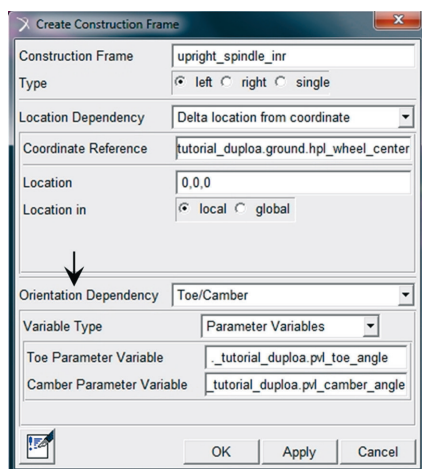

Figura 5.79 – Definindo a posição da *Construction Frame*.
**A notar:** O preenchimento da caixa de diálogo mostrada na Figura 5.75 dá origem a dois parâmetros da geometria da suspensão que serão denominados: *pvl\_Toe\_Angle* e *pvl\_Camber\_Angle*. Esses parâmetros pertencem a uma classe denominada *Parameter Variables (pv)* e serão utilizados na construção do *Construction Frame “upright\_spindle\_inr”*, Figura 5.79 – Etapa 13.
Para construção da geometria (*Geometry*), referente ao cubo de roda, é necessário, primeiramente, criar um novo *Construction Frame*, o qual irá fornecer a orientação das variáveis *Toe* e *Camber*. O preenchimento do campo *Orientation Dependancy*, assinalado na Figura 5.79, garante que as características estabelecidas na Etapa 12 sejam atendidas. Assim:
A janela *Create Construction Frame* será aberta e os campos deverão ser preenchidos, conforme mostrado na Figura 5.79. Observe que o *Construction Frame* estará localizado no *hpl\_Wheel\_Center* e terá sua orientação definida pelas variáveis *Toe* e *Camber* declaradas anteriormente.